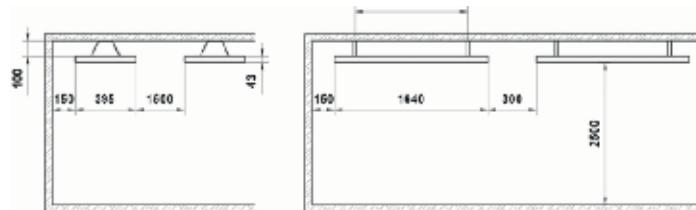

Рис.3
- В соответствии с рис. 3 и таблицами 3 определите место установки обогревателя на потолке или потолочных конструкциях с соблюдением минимальных расстояний от предметов и минимального расстояния от пола.
3. В соответствии с рис. 3 и таблицами 3 определите место установки обогревателя на потолке или потолочных конструкциях с соблюдением минимальных расстояний от предметов и минимального расстояния от пола.